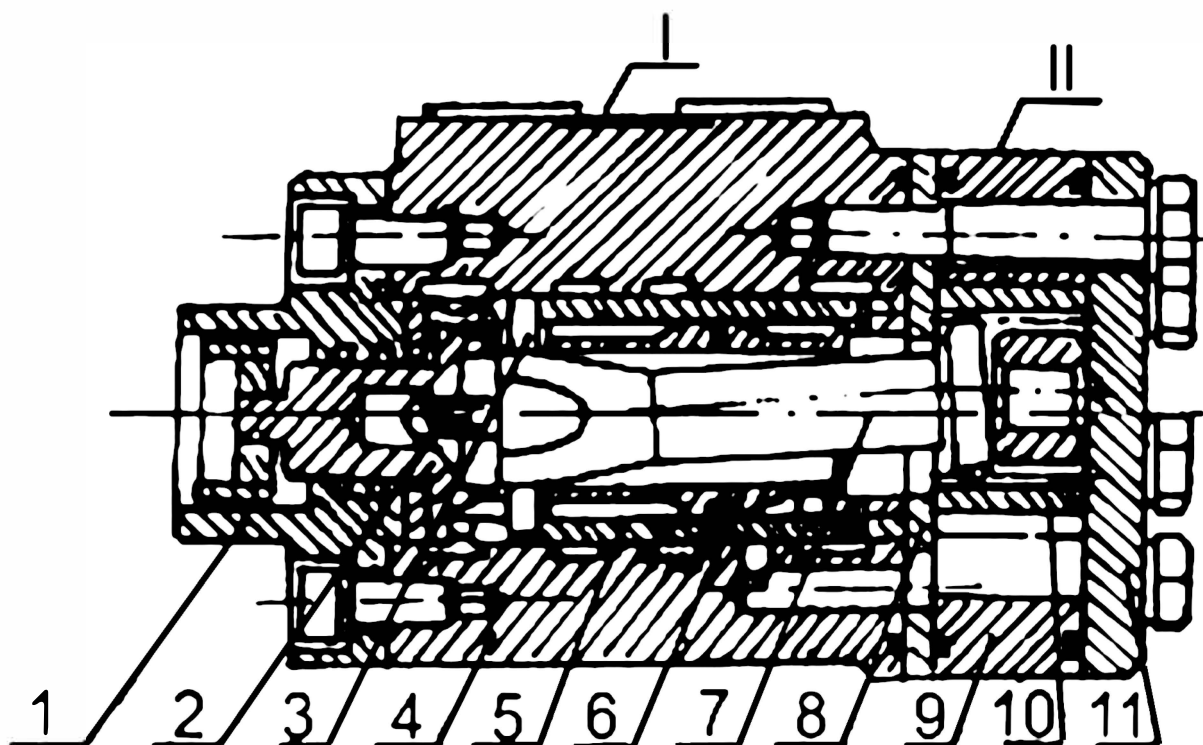

Рис. 11. Схема насоса дозатора.
- Насос дозатора (Рис. 11) состоит из двух элементов: распределительного блока и гидромотора обратной связи.
- Распределительный блок (I) состоит из корпуса (4), золотника (2), гильзы (5), комбинированного уплотнения в составе резинового и защитного колец, упорного подшипника и пыльника, запрессованного в кольцевую проточку в верхней части корпуса.
- Золотник занимает фиксированное положение в гильзе посредством штифта (3) и пластинчатых пружин, вставленных через пазы золотника и гильзы, и имеет возможность при приложении момента поворачиваться относительно гильзы на угол  $15^\circ$  в обе стороны.
- Гидромотор обратной связи состоит из венца (9), звезды (10), крышки (11) и распределительного диска (8). Вращение от звезды к паре «золотник-гильза», или наоборот, передается карданом (7). Все элементы гидромотора стягиваются с корпусом болтами.
- В нейтральной позиции золотника (2) с гильзой (5), рабочая жидкость, подаваемая насосом питания, поступает по каналам корпуса, сверлениям гильзы и золотника на слив в бак.
- Во время поворота рулевого колеса поворачивается золотник (2) и открывается проход рабочей жидкости через гидромотор обратной связи к соответствующему отверстию и далее к силовому цилиндру поворота, при этом через второе отверстие силового цилиндра рабочая жидкость сливается обратно в бак. Управляемые колеса поворачиваются.
- Рабочая жидкость, проходя через гидромотор обратной связи, вращает звезду (10), связанную с гильзой (5) через кардан (7) и штифт (3).
- Когда прекращается поворот рулевого колеса и золотника (2), гильза (5) доворачивается до исходного относительно золотника (2) положения, при этом рабочая жидкость от насоса рулевого управления сливается в бак, а отверстия к силовому цилиндру перекрываются.